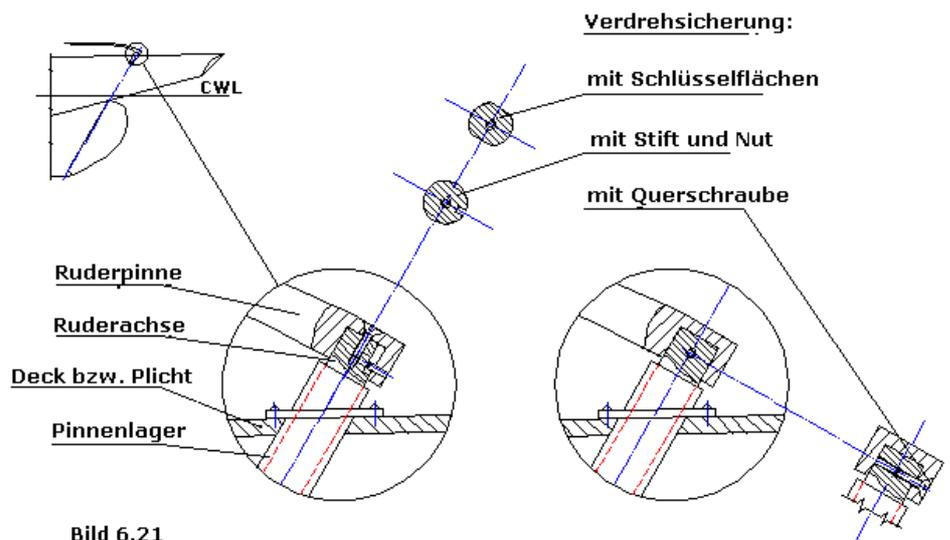

Bild 6.21
**Bild 6.21:** Einige Lösungsvorschläge zur Ausführung einer demontierbaren Verbindung von Ruderpinne und Achse. Allen Lösungen gemeinsam sind eine Verdrehsicherung sowie die Befestigung mit nur einer Schraube.
Das Maß der Einkürzung der Ruderachse hängt natürlich von der Art der Befestigung der Ruderpinne ab. Bild 6.21 zeigt an einigen Lösungsvorschlägen, wie eine demontierbare Verbindung der Pinne mit der Achse gestaltet werden kann. Allen Lösungen gemeinsam sind eine Verdrehsicherung